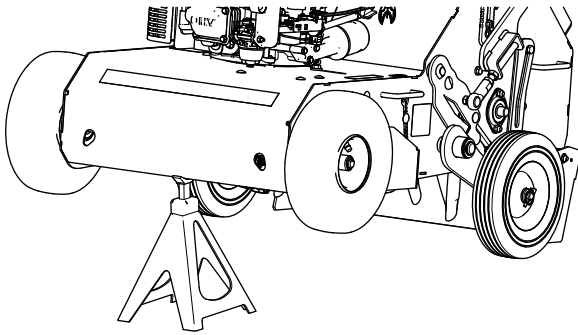

Figure 27
1. Basculez la machine en arrière pour travailler dessous au besoin (Figure 27).